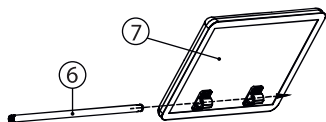

Рис. 1 Сборка сиденья
- Одну из опор (6) завести в отверстия шарниров сиденья (7) (см. рис. 1);